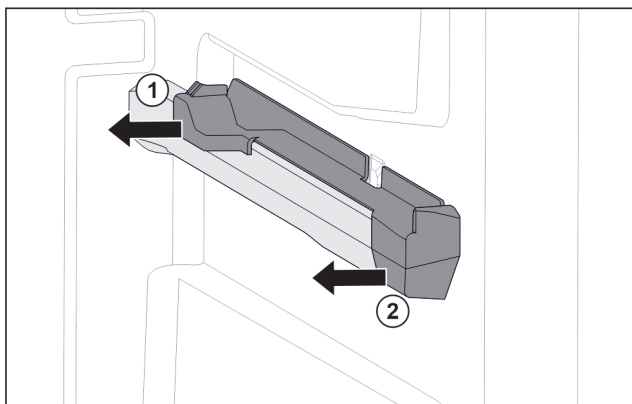

Fig. 71 Piesă de fixare pe nervura din dreapta a recipientului
- ▶ Scoateți piesa de fixare din spate în lateral. Fig. 71 (1)
- ▶ Scoateți piesa de fixare din față în lateral. Fig. 71 (2)